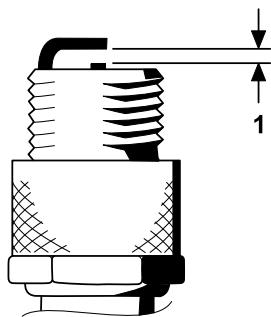

图 43
- 如图 43 所示将中心电极与侧电极之间的空隙设置为 0.76mm。